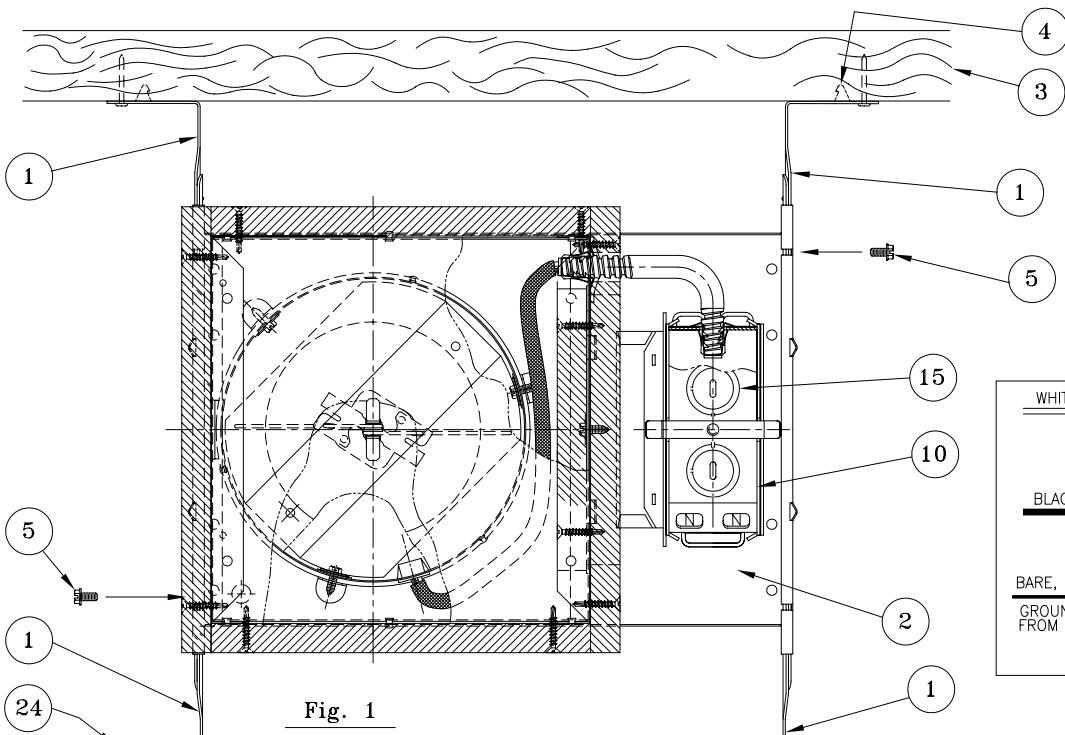

Fig. 1
- 1.- Slip Bar Hangers (1) through Slots in Plaster Frame (2). Hold Frame (2) in desired position between Joists (3) and drive Bar Hanger Tabs (4) into Joists. Use a minimum 1" lg. steel Nail or Screw (24) through Holes in Bar Hanger ends for additional support (REQUIRED). Tighten Bar Hanger Locking Screws (5) in ends of Plaster Frame (2) to prevent lateral movement of Plaster Frame. (See Fig.1 and 2)
1.- Introduzca los colgadores de barra (1) en las ranuras en el armazón enyesado (2). Mantenga el armazón enyesado (2) en la posición deseada entre las viguetas (3) y clave las pestañas de colgadores de barra (4) en las viguetas. Utilice un clavo de acero o tornillo de un míntimo de 1 pulgada (2,5 cm) de longitud (24) para proporcionar soporte adicional (NECESARIO). Enrosque los tornillos de seguridad de colgadores de barra (5) en las extremidades del armazón enyesado (2) para evitar algún movimiento lateral del armazón enyesado. (Vea Fig. 1 y 2).
1.- Introduisez les barres de suspension (1) dans les rainures du cadre en plâtre (2). Tenez le cadre (2) dans la position désirée entre les solives (3) et clouez les pattes de barres de suspension (4) dans les solives. Utilisez un clou en acier ou une vis d'un pouce (2,5 cm) de long (24) pour offrir plus de support (EXIGÉ). Vissez les écrous de sûreté de barre de suspension (5) dans les bouts du cadre en plâtre (2) pour éviter la possibilité d'un mouvement latéral du cadre en plâtre. (Voir Fig. 1 et 2).